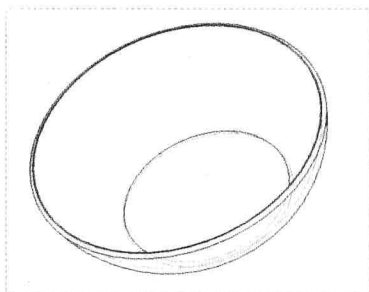

图 1-52 隐藏线模式显示模型
Step 02 在“功能区”选项板中切换至“视图”选项卡，单击“模型显示”面板中的“显示样式”下拉按钮，在弹出的下拉列表框中选择“隐藏线”选项，即可以隐藏线模式显示模型，如图 1-52 所示。